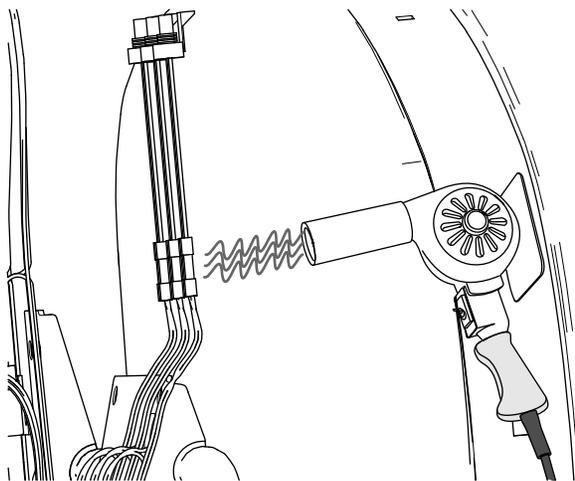

Figure 36
- Utilisez un pistolet à air chaud pour rétrécir les gaines isolantes des 3 connecteurs à épissure bout à bout (Figure 36).